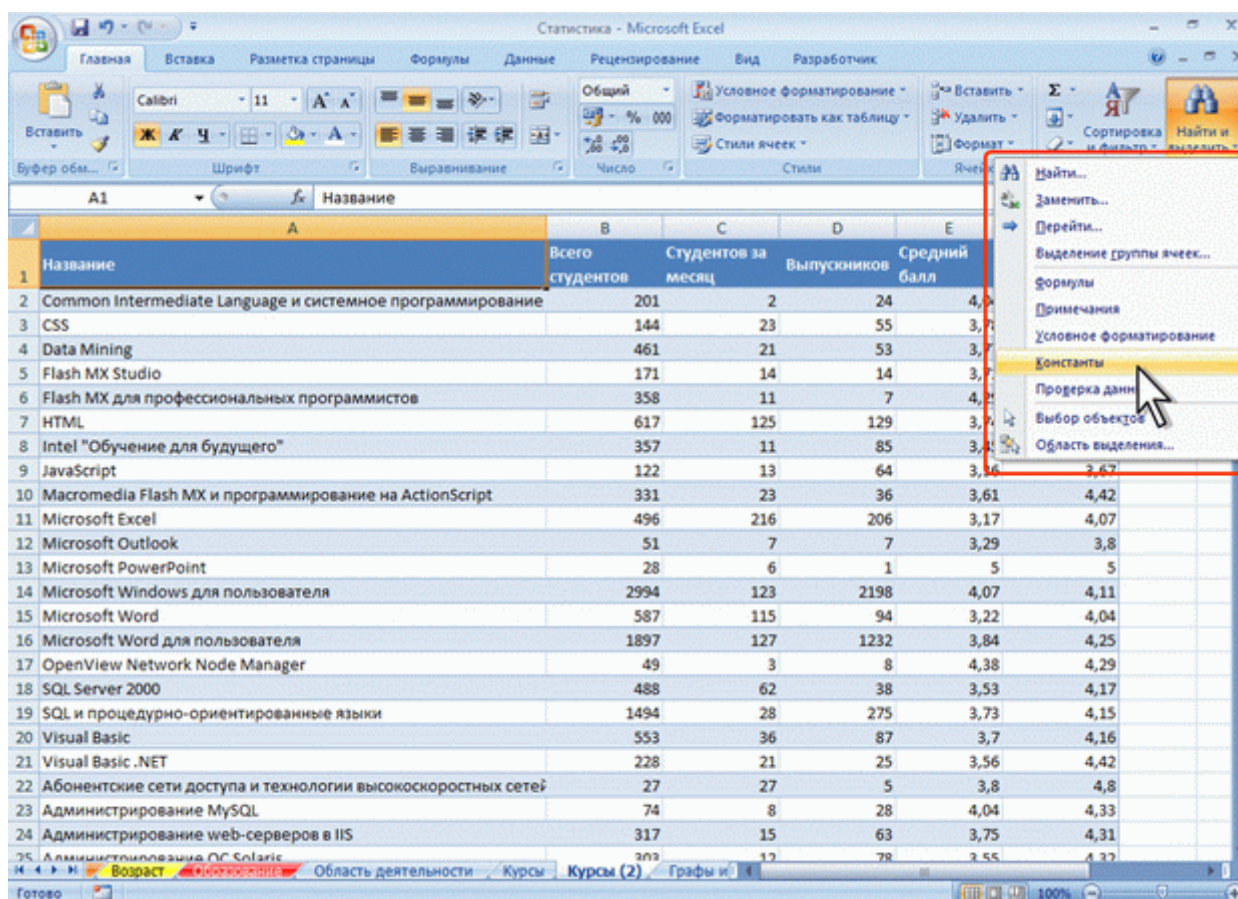
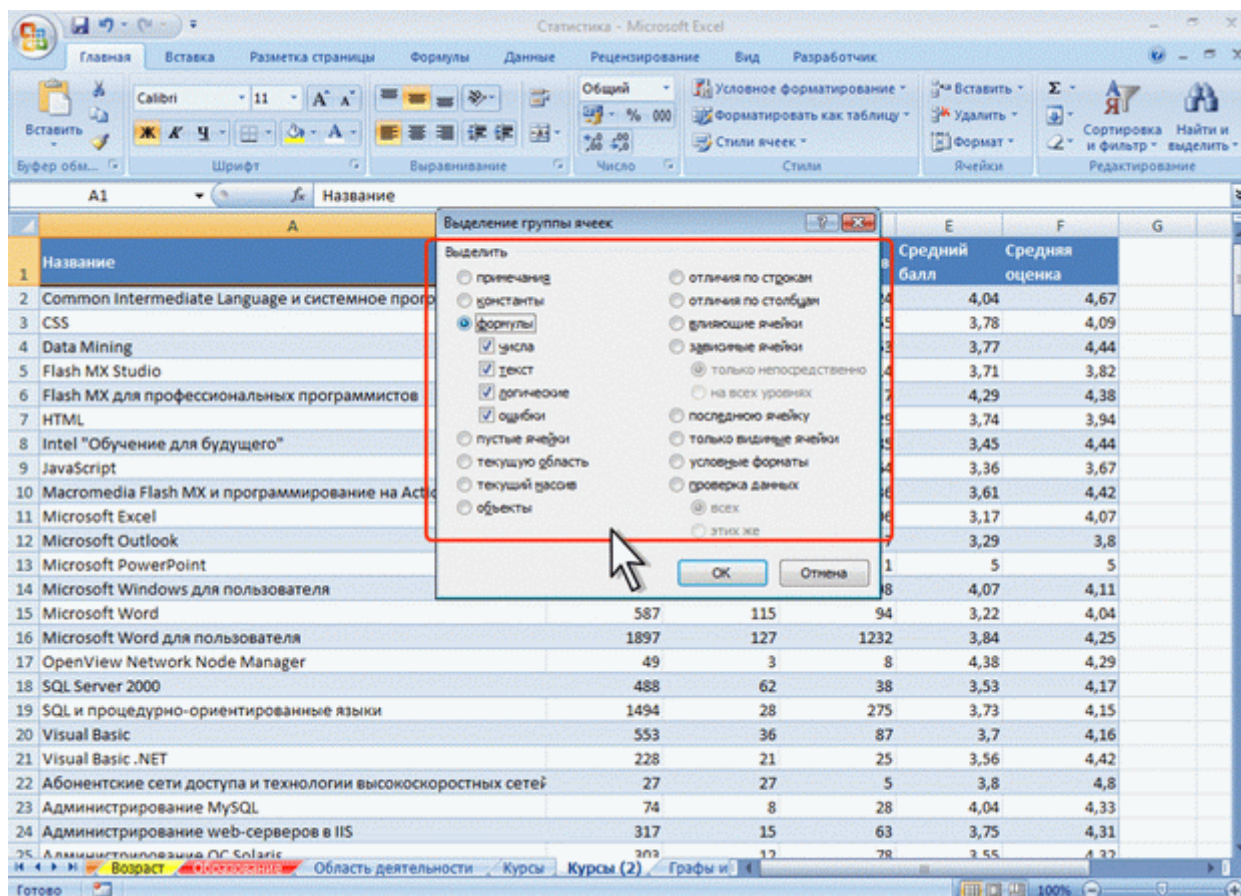

Рис. 3.21. Выделение ячеек по какому-либо признаку
Рис. 3.22. Выделение ячеек по какому-либо признаку
2. В меню (рис. 3.21) выберите признак, по которому необходимо выделить ячейки.
Для расширения возможностей выделения ячеек выберите в меню (см. рис. 3.21) команду **Выделение группы ячеек**. Установите необходимый переключатель и/или флажок в окне **Выделение группы ячеек** (рис. 3.22).